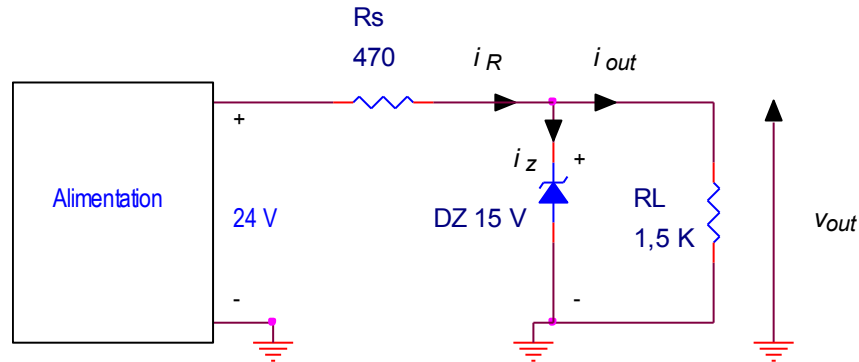

Figure 1
- 3** Quelles sont les puissances dissipées dans les résistances et la diode Zener 1N4744A de la figure 1 ?
- 4** La diode Zener de la figure 1 est une diode 1N4744A. Quel est le minimum de la tension Zener ?
Le régulateur de tension shunt le plus simple est constitué par une diode Zener D_Z placée en parallèle avec la résistance de charge R_L et par une résistance tampon R_S placée en série cf figure 1.
1 Si la diode Zener dans la figure 1 est débranchée, quelle est la tension sur la charge ?
2 Calculer les trois courants dans la figure 1.
3 En supposant une tolérance de $\pm 5\%$ pour les deux résistances de la figure 1, quel est le courant Zener maximal ?
5 La diode Zener de la figure 1 est remplacée par une diode 1N4742A, quels sont la tension sur la charge et le courant Zener dans ce cas ?